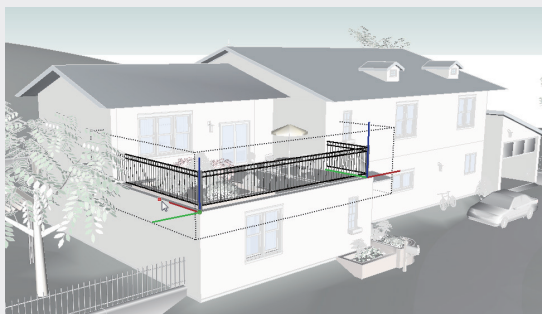

图3-90
- 02 左右拖动鼠标，自定义X、Y轴的轴向，调整到目标方向后，单击确定即可，如图3-90和图3-91所示。